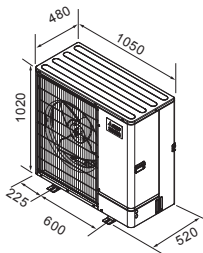

Fig. 2-1
2.2. Dimensiones exteriores (Unidad exterior) (Fig. 2-1)